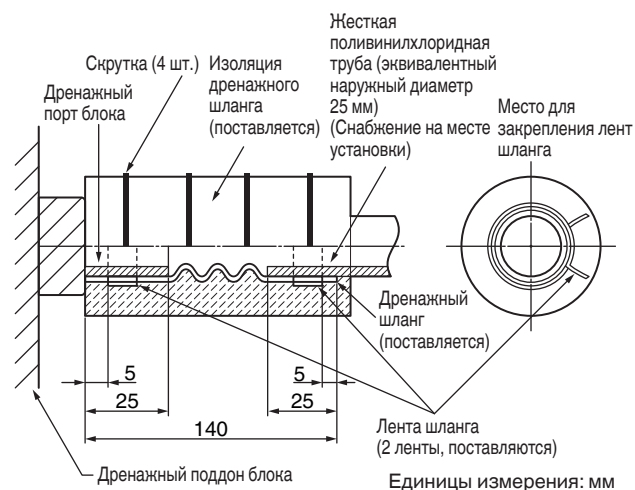

Рис. 3-22
(1) Соединение дренажного шланга
(2) Установка дренажного шланга
- Прикрепите таким образом, чтобы зажим ленты шланга находился со стороны дренажного порта. (Рис. 3-22)